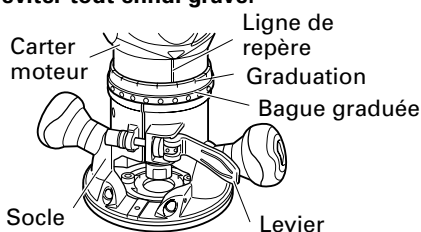

Fig. 5
- (1) Placer l'outil sur une surface de bois plane.
- (2) Ouvrir le levier et tourner le carter moteur jusqu'à ce que la mèche touche la surface du plan. (Fig. 5)
- (4) Tout en soulevant légèrement le socle, tourner le carter moteur dans le sens des aiguilles d'une montre jusqu'à ce que la ligne de repère du carter moteur arrive à la profondeur voulu de la bague graduée. (Fig. 5)
- (5) Bien refermer le levier.